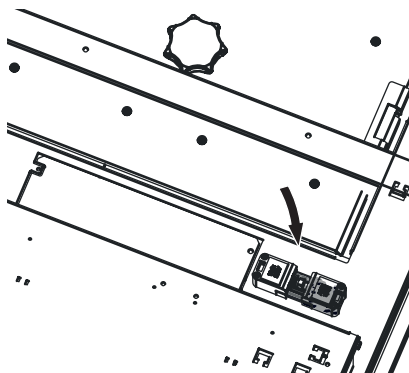

Fig. 145 Inserire risp. collegare la spina di rete
- Inserire risp. collegare la spina di rete – Fig. 145.